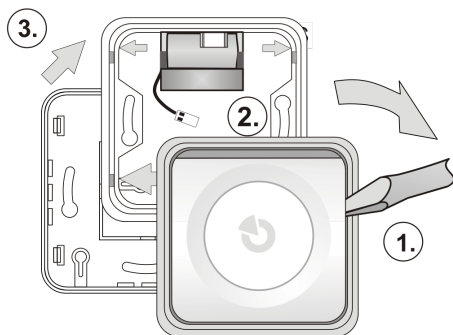

Abbildung 1: Zerlegen der Sirene vor der Installation
1. Entfernen Sie das Gehäuse (Knöpfe) der Sirene vom Kunststoffrahmen, indem Sie auf eine Seite des Gehäuses (1.) mit einem Schraubenzieher drücken, wie in Abbildung 1 gezeigt.
4. Befestigen Sie die Kunststoffbasis mit Schrauben an der ausgewählten Stelle. Legen Sie die Batterie BAT-3V2-CR2 wie in Abbildung 1 gezeigt unter die Oberseite der Kunststoffbasis.
Eine Batterie ist im Lieferumfang enthalten, sie ist jedoch nicht werksseitig in der Sirene eingebaut und muss in die Komponente eingesetzt werden. Die Batterie wird standardmäßig aufgeladen (siehe technische Parameter). Wenn ein Batteriewechsel erforderlich ist, können Sie die Ersatzbatterie BAT-3V2-CR2 bestellen. Verbinden Sie sie mit dem Anschluss (siehe Abbildung 1, Punkt 2). Die Sirene erkennt automatisch, ob die Batterie angeschlossen ist und führt eine Diagnose durch. Die Messwerte werden dann in F-Link angezeigt. Die Sirene überwacht ihren eigenen Batteriestatus und informiert den Benutzer (alternativ den Servicetechniker), wenn die Batterie fast leer ist. Die Komponente funktioniert weiter, es wird jedoch empfohlen, die Batterie innerhalb von 2 Wochen auszutauschen. Verwenden Sie stets den Typ BAT-3V2-CR2.